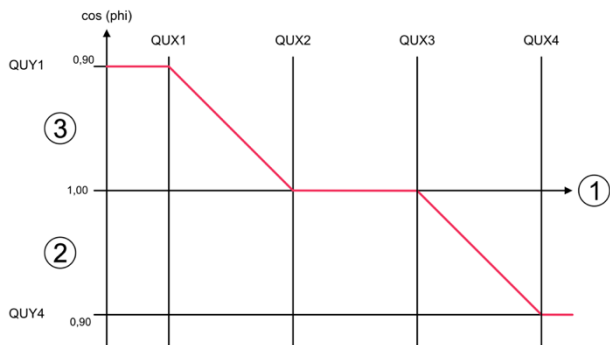

Abbildung 11: Q(U)-Kennlinie
**QUX1 bis QUX4:** Geben Sie die Einstellwerte für QUX1 bis QUX4 mithilfe der Zahleneingabefelder ein. Entnehmen Sie die Einstellwerte der Abbildung 11: Q(U)-Kennlinie.